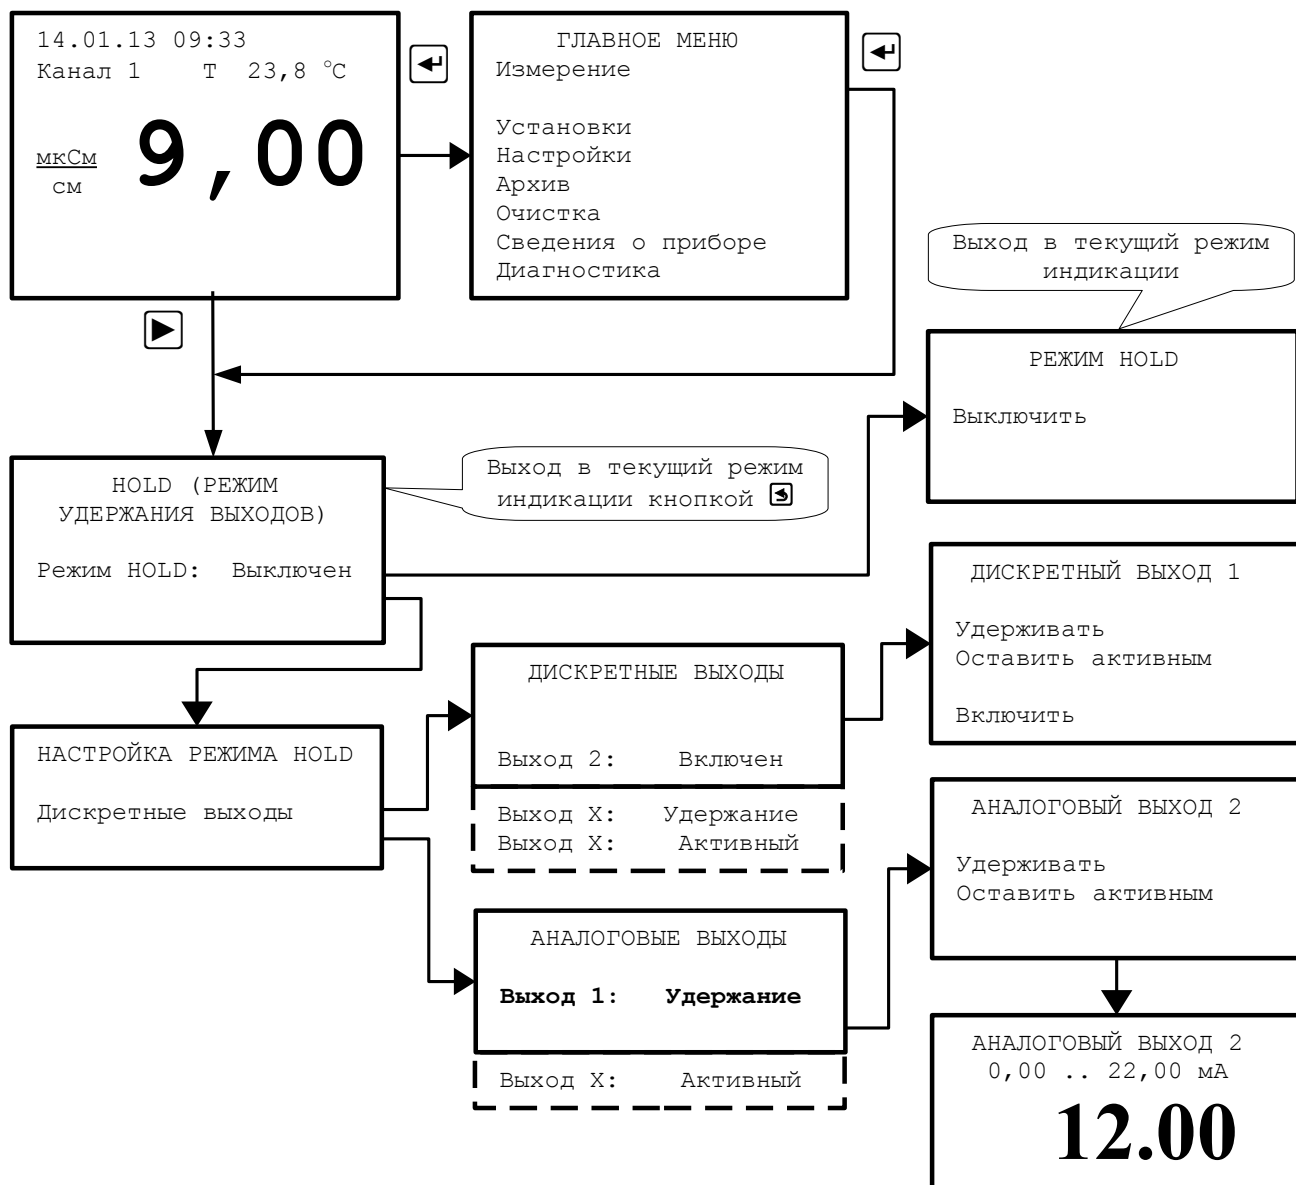

Рисунок 7 - Режим «HOLD»
Режим «HOLD» (Рисунок 7) используется при необходимости проведения настроек, изменения установок, при проведении градуировки по буферным растворам. В этих случаях резкие изменения выходных сигналов могут повлиять на состояние системы управления верхнего уровня.
3.3.2.2 Режим «HOLD» включают и выключают вручную. Войти в окно задания режима «HOLD» можно двумя способами (Рисунок 7):